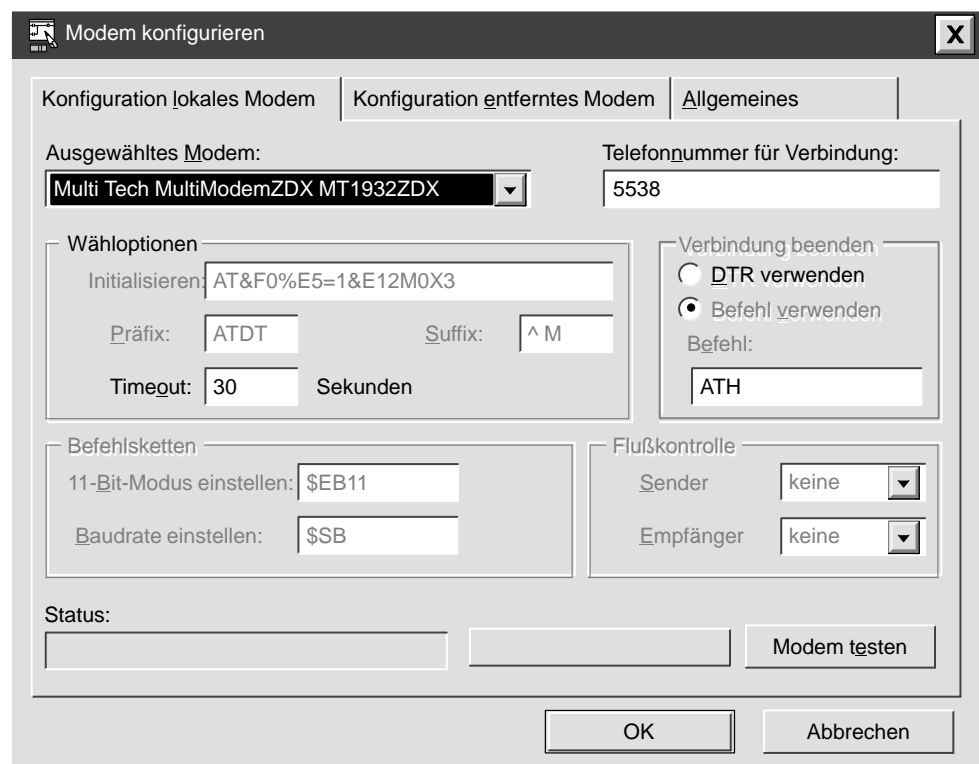

Bild 3-16 Register "Konfiguration lokales Modem" im Dialogfeld "Modem einrichten"
9. Öffnen Sie das Register "Konfiguration lokales Modem" (siehe Bild 3-16).